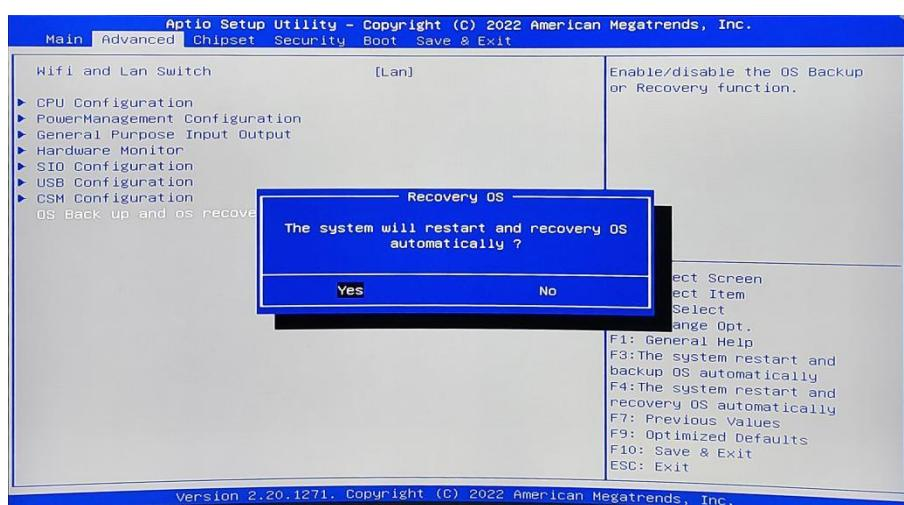

图 5 还原选择界面
(3) 按下键盘左上角的 F4 按键, 就能进入还原选择界面 (如图 5 所示), 界面会出现提示使用键盘选中 [YES];